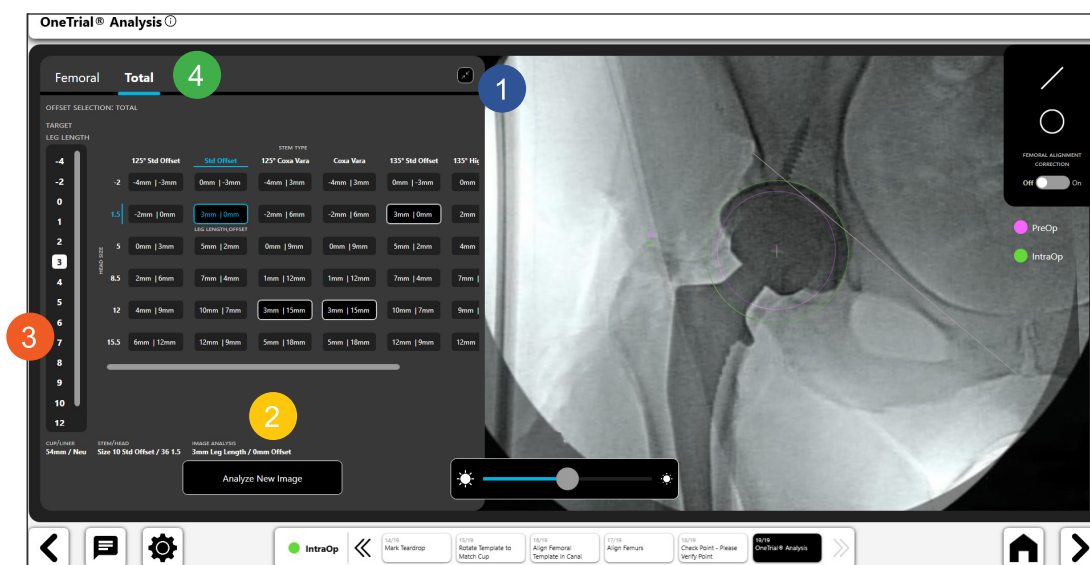

Fig. 70: Analisi OneTrial™ - Grafico espanso
- Due visualizzazioni utilizzatore come mostrato nelle Figure 70 e 71